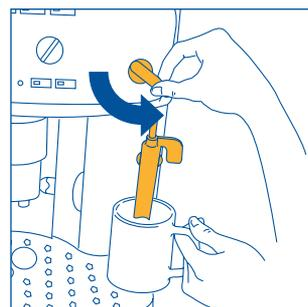
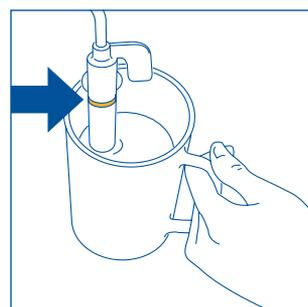

Рис. 23
Рис. 24
- **Сразу же после этого, максимум в течение одной минуты** (иначе кофеварка автоматически вернется на функцию приготовления кофе) поместите устройство для взбивания молока в емкость, в которой содержится молоко, рис. 23, не превышая рельефную линию, нанесенную на само устройство (указана стрелкой на рис. 24). Поверните регулятор подачи пара против часовой стрелки на половину оборота, рис. 5. Будьте осторожны, чтобы не обжечься. Из устройства для взбивания молока выйдет пар, который придаст молоку вид пены и увеличит его объем. Для того, чтобы пена была более густой, погрузите устройство для взбивания молока в молоко и вращательными медленными движениями поднимайте емкость. Рекомендуется подавать пар не более 2 минут подряд.